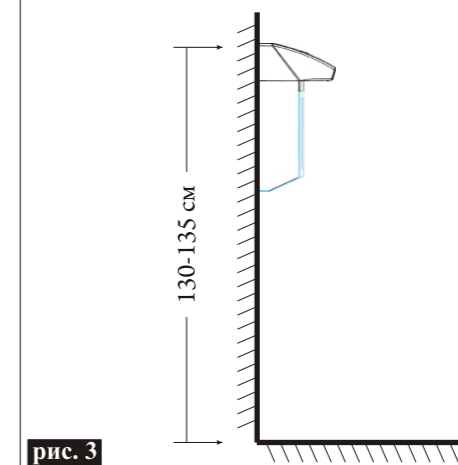

рис. 3
4. Закрепите дозатор на стене при помощи входящих в комплект шурупов. (рис.3)